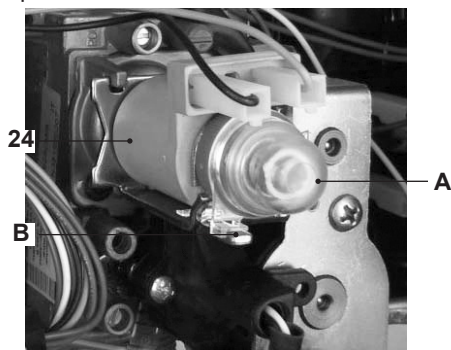

Fig. 7.2
- Rimuovere il cappuccio di protezione A dell'operatore modulante 24 in Fig. 7.2 ruotandolo in senso orario per liberarlo dal fermo B e facendo leva con un cacciavite piatto nella scanalatura.